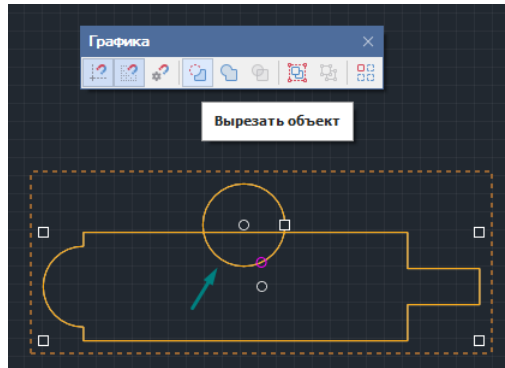

Рис. 82 Размещение области выреза
2. Переместить созданный объект на границу контура платы таким образом, чтобы его часть, включенная в состав платы, определяла форму и приблизительные размеры требуемого выреза. Поочередно выделить оба контура и на панели инструментов «Графика» воспользоваться инструментом «Вырезать объект» обозначенный иконкой , см. Рис. 82.